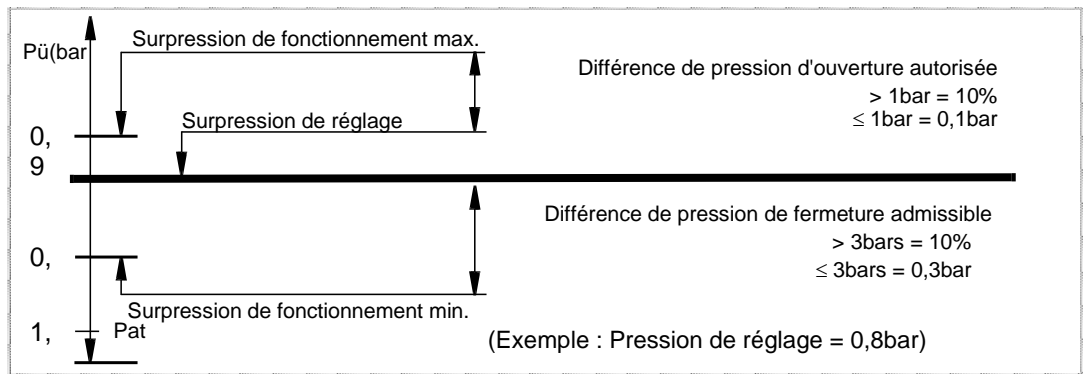
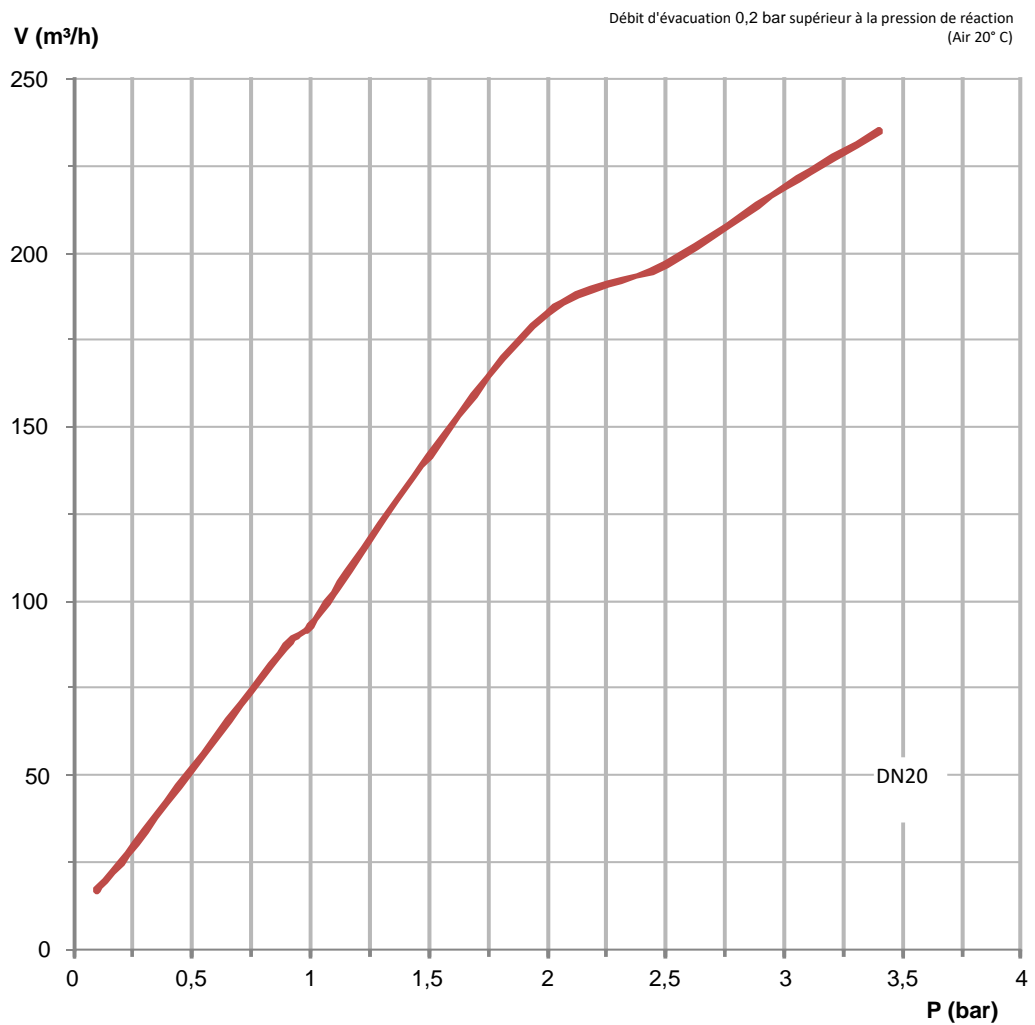

Fig. 4
Fig. 5
L'unité de bondonnage a pour fonction d'empêcher les dépassements non admis de matières gazeuses dans les tanks et réservoirs et les équipements d'installation. En général, la pression de réglage est supérieure à la pression de fonctionnement. La vanne s'ouvre contre la force des ressorts lorsque la pression de fonctionnement est arrivée au même niveau que la pression de réglage. Avec l'augmentation de la pression analogique à la caractéristique d'ouverture, la quantité d'écoulement est évacuée de manière constante en fonction de la pression de fonctionnement max. autorisée (cf. fig. 4/ page 8 et fig. 5/ page 8).
Après le montage ou la levée manuelle du disque de soupape (2), la fonction de fermeture et la fonction en état de marche doivent être vérifiées conformément aux données de capacité prescrites (cf. fig. 4/ page 8 et fig. 5/ page 8).